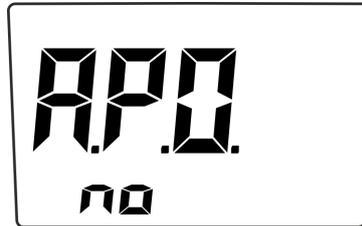

Fig. 36: Disabilitazione funzione Auto Power OFF
3. Il messaggio “A.P.O no” è mostrato a display per alcuni secondi (vedere Fig. 36), lo strumento si riaccende automaticamente e il simbolo “P” (vedere Fig. 2 – parte 14) scompare a display. La funzione si riattiva automaticamente al riavvio dello strumento